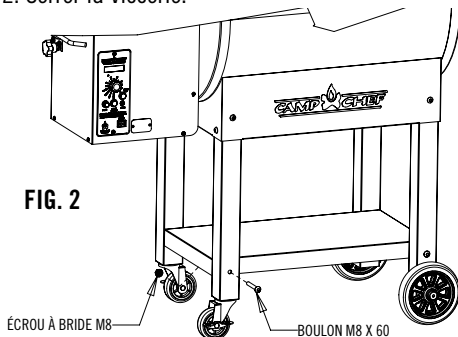

FIG. 2
1. Installez étagère du bas, comme indiqué sur la Fig 2 par l'installation de matériel de chacun des quatre coins.